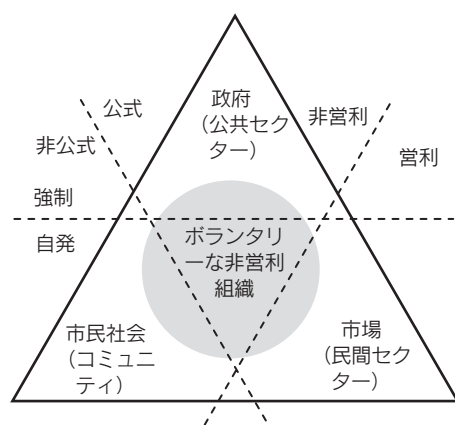

図3 建築活動に関わる主体の位置づけ
これらの分類に加えて、③政府・市場・市民社会（公共・民間・コミュニティ）という3つのセクターを区別することができる（図3）。最近、成長戦略で話題になっているPPP（Public-Private Partnership）は公共セクターと民間セクターの協働の手法であり、まちづくりはコミュニティセクターの主体性を重視する手法である。最近では、これらのセクターを媒介するボランティアな非営利組織が数多く立ち上がり、震災復興などの多様な活動を繰り広げている。